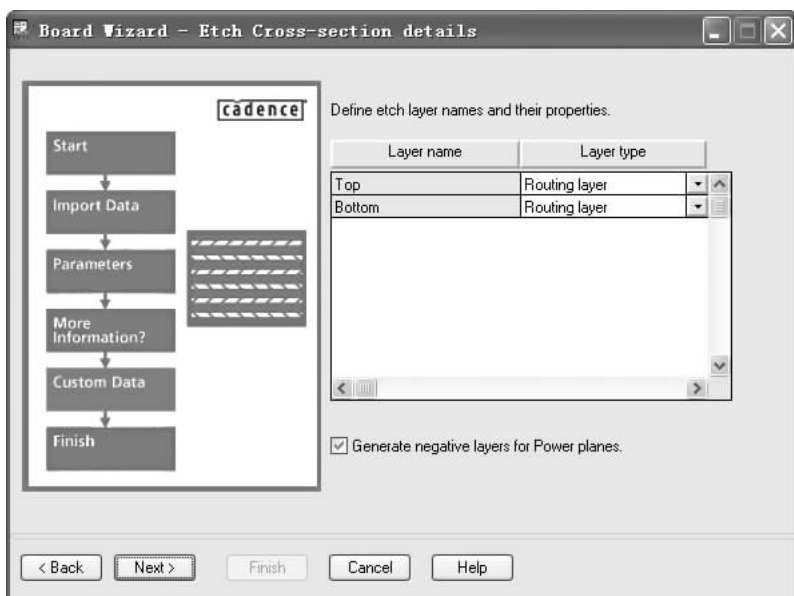

图 10-34 “Board Wizard - Etch Cross - section details (板向导模板)” 对话框
9. 单击 **Next >** 按钮，进入图 10-34 所示的对话框，定义层面的名称和其他条件。